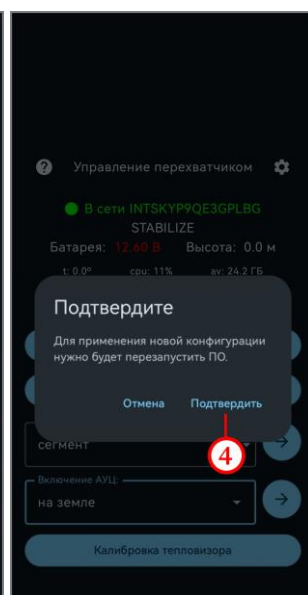

Рисунок 25
- подтвердить действие на открывшейся форме (рисунок 25, шаг 4);